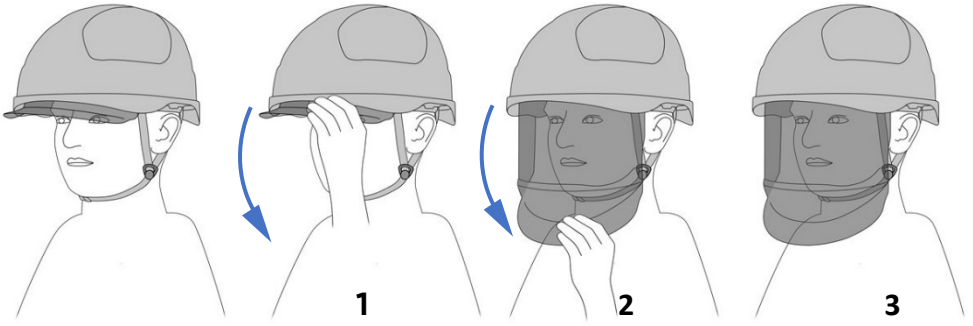

Fig. 6
1. Para baixar (abrir) o protetor facial (Fig.6), segure-o suavemente pela viseira (1) e puxe (2) até sair por completo do capacete (3),